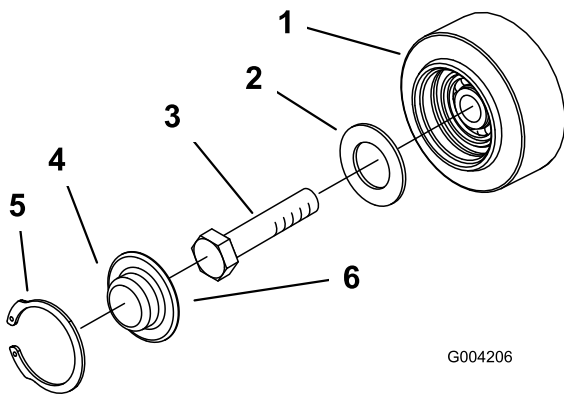

Bild 49
- Nehmen Sie den Sprengring und die Kappe vom Straßenrad ab (Bild 49).
4. Prüfen Sie das Schmiermittel unter der Kappe und um die Dichtung (Bild 49). Wenn es schmutzig, körnig oder verbraucht ist, entfernen Sie das gesamte Schmiermittel, wechseln Sie die Dichtung aus und fügen Sie neues Schmiermittel hinzu.
6. Setzen Sie die eingefettete Straßenradkappe auf den Schraubenkopf (Bild 49).
7. Befestigen Sie die Straßenradkappe mit dem Sprengring (Bild 49).